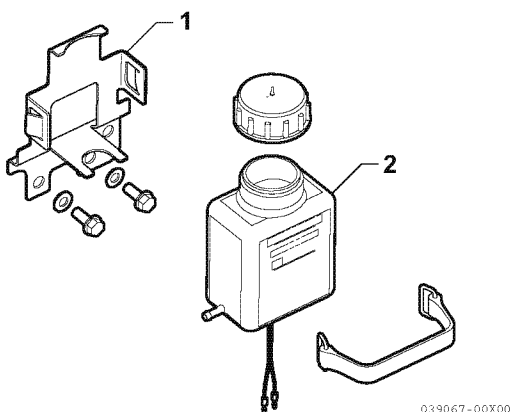

Figura 10
1. Retire o depósito do óleo do suporte (1, **Figura 10**).
3. Instale o depósito do óleo (2, **Figura 10**) no suporte.